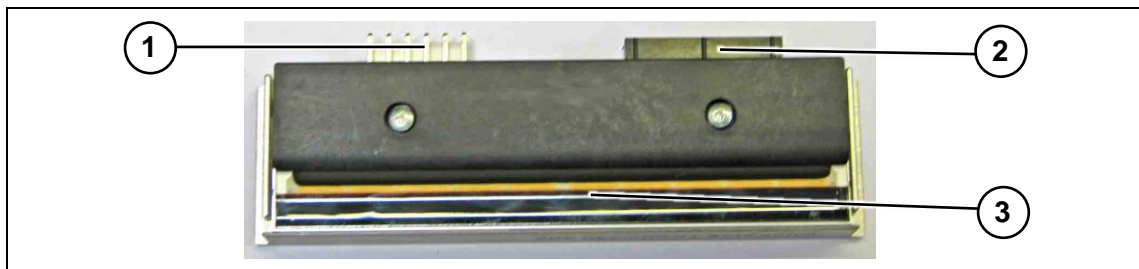

Abbildung 35 Thermoleiste, Dotleiste nach oben gedreht
- 3 Ziehen Sie die Thermoleiste nach vorne aus der Halterung (Abbildung 32, Pos. 5). Dazu müssen Sie den Widerstand der beiden Steckverbinder (Abbildung 35, Pos. 1 und 2) überwinden.